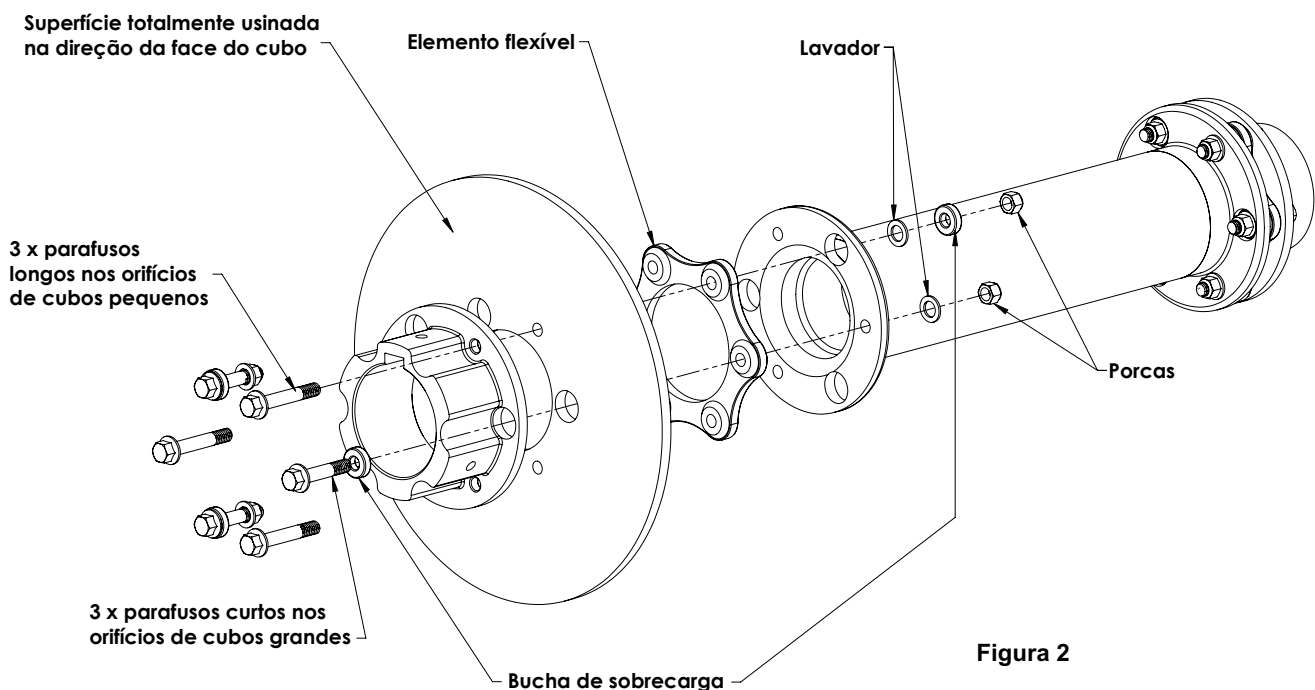

**Figura 1**
1.1. A figura 1 mostra o disco de freio instalado entre o cubo e o elemento flexível na extremidade do motor.